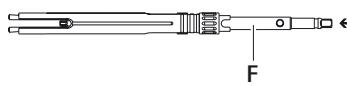

Abb. 3
- Schraubendreher F von hinten in Klemmhülse 2 einführen. Dabei darauf achten, dass die seitlichen Zapfen in die Nuten bis zum Grund gleiten, siehe Abb. 3.